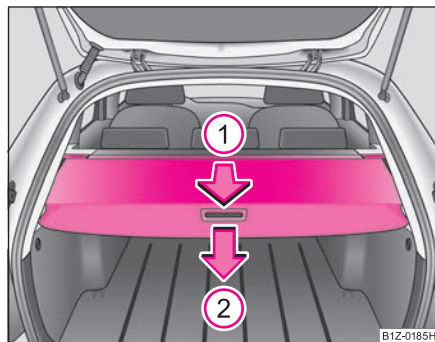

Fig. 83 Portbagajul: Raftul din portbagaj
- Trageți raftul din portbagaj până la limită în sensul indicat ① în poziția asigurată ⇒ fig. 83.
Dacă doriți să utilizați tot portbagajul, puteți demonta raftul din portbagaj ⇒ pagina 97, fig. 83.